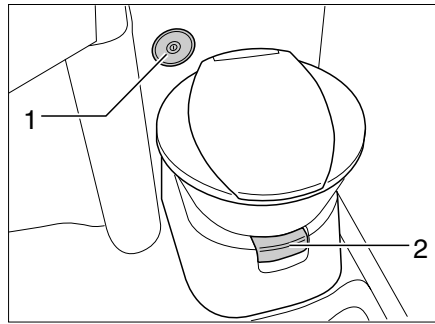
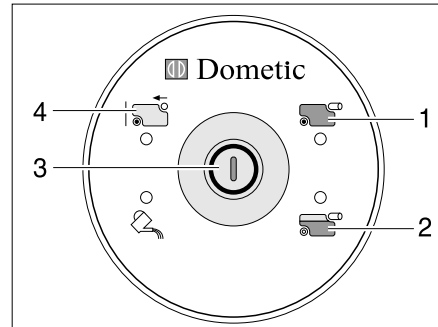

Bild 240 Toilettenschüssel mit Kontroll- und Bedieneinheit
Bild 241 Kontroll- und Bedieneinheit Toilette
Vor der Benutzung der Toilette etwas Wasser in die Toilettenschüssel laufen lassen. Dazu den Spülknopf (Bild 241,3) an der Kontroll- und Bedieneinheit (Bild 240,2) drücken.
- Vor dem Spülen den Schieber der Toilette öffnen. Dazu den Schieberhebel (Bild 240,1) herausziehen.
- Zum Spülen den Spülknopf (Bild 241,3) drücken.
Die Kontroll-Leuchte (Bild 241,2) leuchtet, wenn der Fäkalientank zu 3/4 gefüllt ist. Die Kontroll-Leuchte (Bild 241,1) leuchtet, wenn der Fäkalientank entleert werden muss.
- Den Schieber öffnen. Dazu den Schieberhebel (Bild 240,1) herausziehen.
- Den Schieberhebel (Bild 240,1) hineindrücken. Der Schieber wird geschlossen. Zum Entleeren **muss** an der Toilette der Schieber geschlossen sein.
- Fäkalientank entnehmen und entleeren, wie in den Abschnitten 11.8.5 und 11.8.6 beschrieben. An der Kontroll- und Bedieneinheit leuchtet die Anzeige "Fäkalientank entnommen" (Bild 241,4).